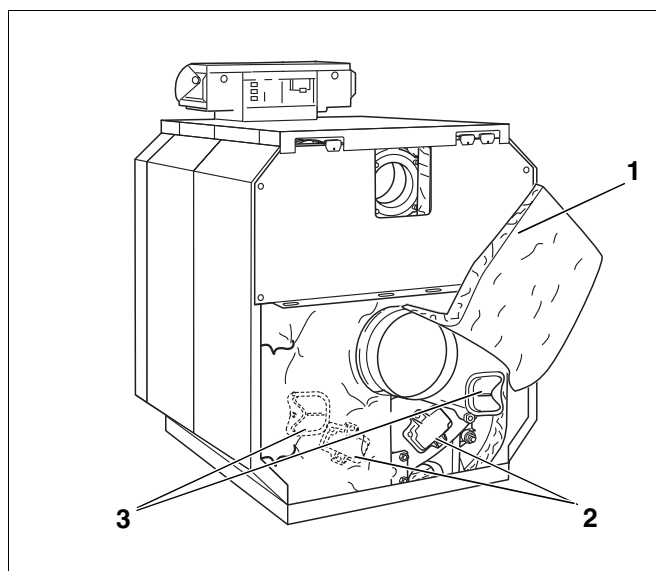

Fig. 67 Afmontering af rensedæksler
- Løsn spændefjederen under røggasstudsens, vip de to ender af isoleringen op, og fastgør dem med spændefjederen (Fig. 67, pos. 1).
- Tag rensedækslerne på det bageste element (Fig. 67, pos. 2) og røggassen (Fig. 67, pos. 3) af.